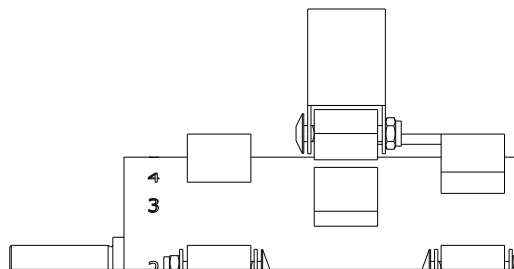

Fig.15
**Se fig. 15 for den korrekte position af bøjlerne og klingerne.